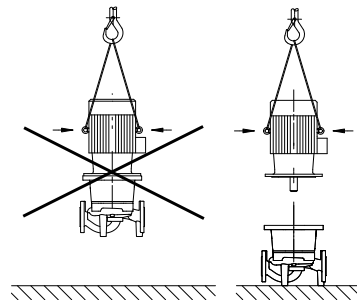

Fig. 7: Transport motorja
- Transportna ušesca na motorju je dovoljeno uporabljati le za transport motorja, ne pa celotne črpalke (Fig. 7).